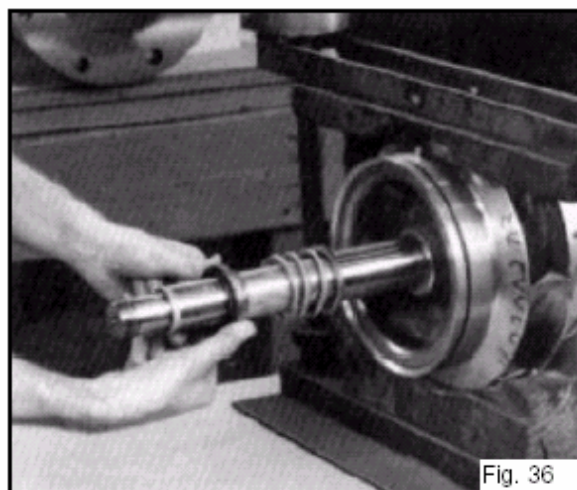

Fig. 36
9. Enduire légèrement la partie externe de l'arbre avec de l'huile moteur STP ou équivalent et faire glisser la tête de la garniture mécanique (0-400-0) sur l'arbre (Voir Fig. 36).